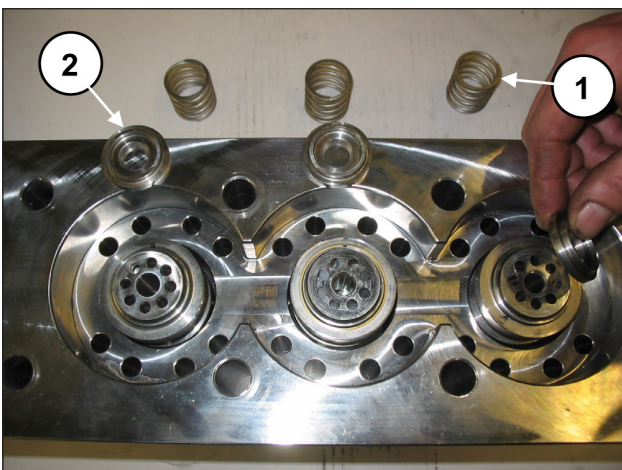

Fig. 114
Durante a desmontagem das camisas, preste atenção para não soltar as molas da válvula e a válvula plana (pos. ① e ②, Fig. 114) como sendo posicionado somente uma passagem, podendo cair.